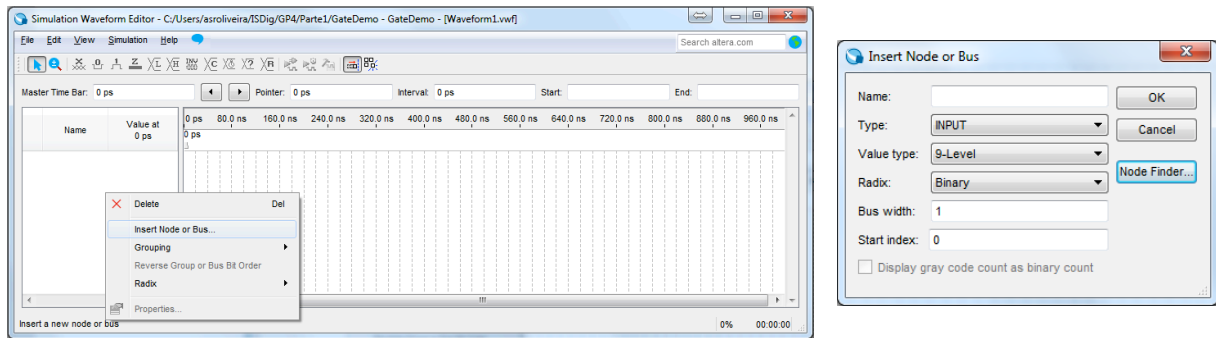

Figura 17 – Janela do simulador antes da especificação dos sinais de entrada e de saída a usar na simulação.
10. Após premir “OK” a janela seguinte deverá abrir, onde deverão ser indicados os sinais a usar na simulação (Figura 17).